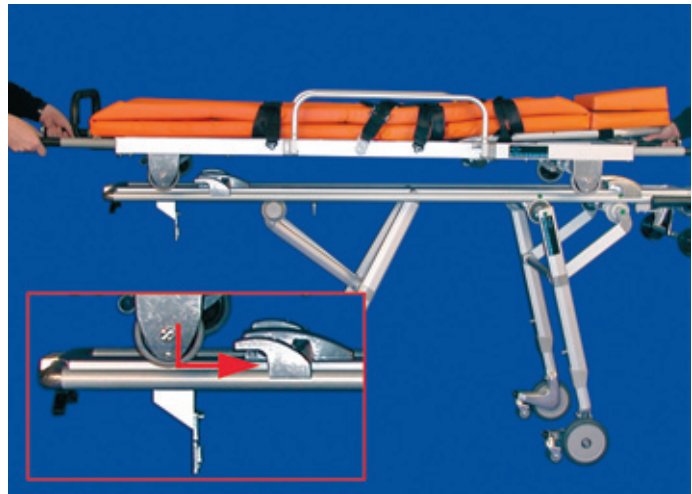
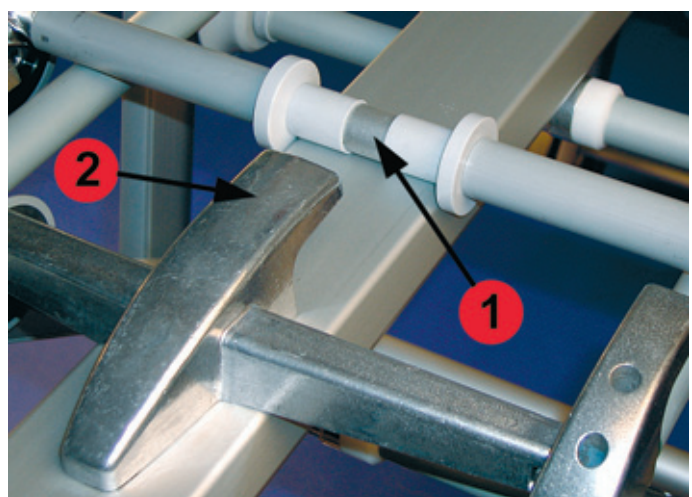

Bild 17
Bild 18
■ Krankentrage von der Seite auf das Zentralprofil des Fahrzeuggestellrahmens legen (Bild 17)
■ Dabei müssen die Querverbindungen mit Adapter (Bild 17) hinter den Monoblöcken (Bild 18/2) aufliegen.
! Auf die Zentrierung der Trage durch die Spurrollen (Bild 18/1) auf dem Zentralprofil ist zu achten.